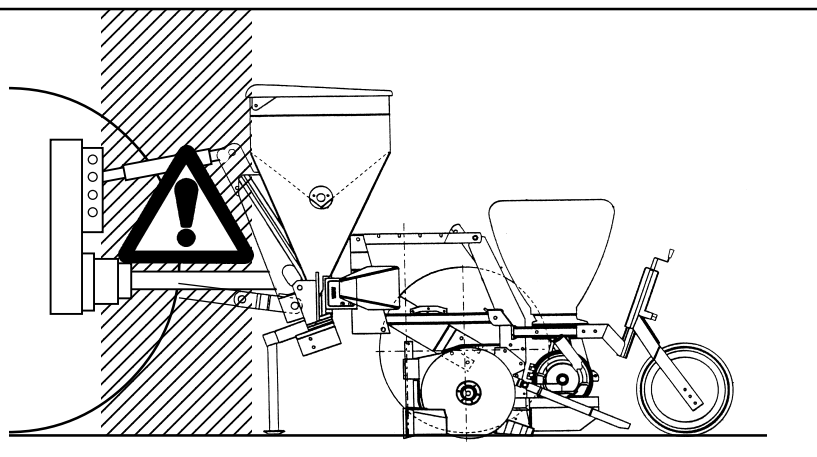

Fig. 4
- 29) È assolutamente vietato interporre tra il trattore e l'attrezzatura (Fig. 4) con motore acceso e cardano inserito nonché senza aver azionato il freno di stazionamento ed aver inserito, sotto le ruote, un ceppo o un sasso di bloccaggio di adeguate dimensioni.
- 29) *It is absolutely forbidden to stand or move in the space between the tractor and the equipment (Fig. 4) with the engine running and the universal joint linked up and without the hand brake pulled and a block or stone placed under the wheels to block them.*
- 29) Es ist absolut verboten, bei laufendem Motor und eingeschalteter Gelenkwelle zwischen Schlepper und Gerät (Abb. 4) zu treten, ohne vorher die Feststellbremse gezogen und unter die Räder einen Bremskeil oder einen grossen Stein gelegt zu
- 29) *Il est absolument interdit de se mettre entre le tracteur et l'équipement (Figure 4) si le moteur est en marche et le cardan est enclenché, sans avoir actionné le frein de stationnement et bloqué les roues avec une cale ou un caillou aux dimensions adéquates.*
- 29) Está absolutamente prohibido ponerse entre el tractor y el equipo (Fig. 4) cuando el motor está encendido y el cardán insertado, sin haber accionado el freno de mano y haber colocado, debajo de las ruedas, un ceppo o una piedra de bloqueo con dimensiones adecuadas.
33) È assolutamente vietato interpersi fra il trattore e l'attacco per manovrare il comando dall'esterno per il sollevamento (Fig. 4).
33) Es ist absolut verboten, zwischen den Schlepper und den Anschluss zu treten, um die Aushebung von aussen zu betätigen (Abb. 4).
33) *Il est absolument interdit de se mettre entre le tracteur et l'attelage pour manoeuvrer la commande de levage de l'extérieur (Figure 4).*
33) Está absolutamente prohibido ponerse entre el tractor y el gancho para efectuar maniobras, desde afuera, con el mando para la elevación (Fig. 4).